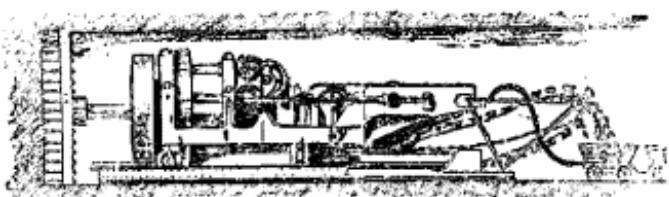

Рис. 60. Машина Бомона для сверления туннелей.
1) Эта буровая машина, представляет бурав диаметром 2,15 м с горизонтальной осью вращения, вращающейся со скоростью 2—3 оборотов в минуту, и приводимая в движение сжатым воздухом или электричеством (рис. 60).